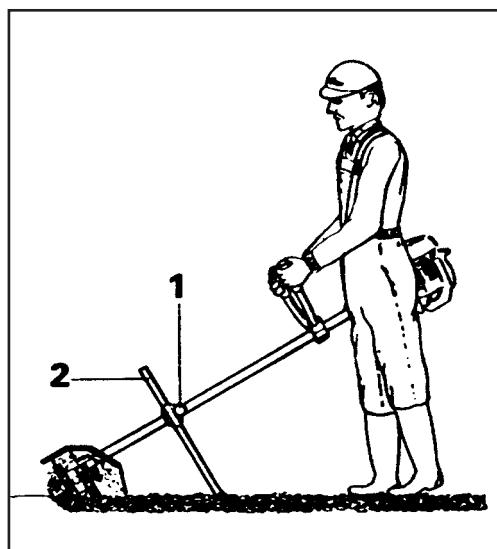

Fig. 4
GEBRAUCH (Abb. 4): Passe Sie den Gurt nach Bedarf an (**siehe Betriebsanleitung für Motorsense**). Stellen Sie die Höhe des Dornes (2) mit Hilfe des Knopfes (1) ein: Das Ende des Dornes sollte den Boden berühren. Langsam vorwärtsgehen und die Fräse dabei vor - und rückwärts bewegen.
UTILISACION (Fig. 4): regule el cinturon y bandolera a su cuerpo (**vea el manual de la desbrozadora**). Regule la altura de la reja (o espolon) mediante el pomo (1), la parte inferior de la reja debe tocar el terreno. Camine lentamente, mueva el cultivador hacia adelante y atrás.
LET OP! - Voor het gebruik, de afstellingen en het onderhoud van de motor dient u zich te houden aan **de instructies die zijn aangegeven in de handleiding voor gebruik en onderhoud van uw bosmaaier**. Het mes (2, Fig.4) is noodzakelijk voor de controle van de beweging van de cultivator en de controle van de werkdiepte. Als het mes goed is afgesteld, zult u de machine zonder krachtsinspanning volledig onder controle kunnen houden.